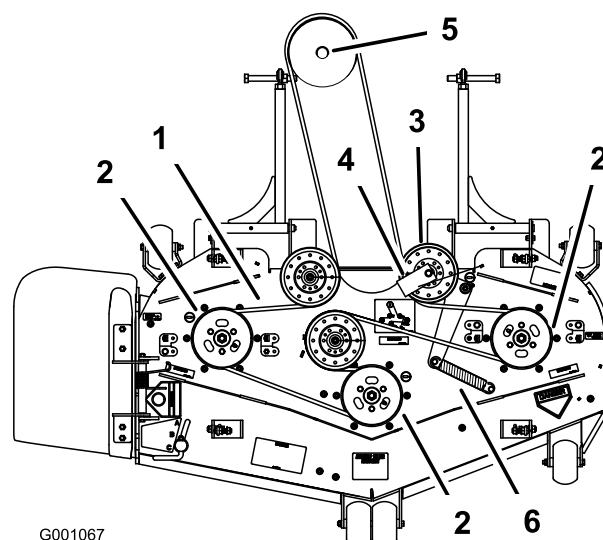

Figure 56
6. Acheminez la courroie neuve autour des poulies du plateau de coupe et de la poulie du boîtier d'engrenages, sous le moteur (Figure 56).
7. Raccrochez le ressort au bras de la poulie de tension (Figure 56).
8. Montez le guide-courroie sur la poulie de tension rappelée par ressort à un angle de 45 degrés comme illustré à la Figure 56.